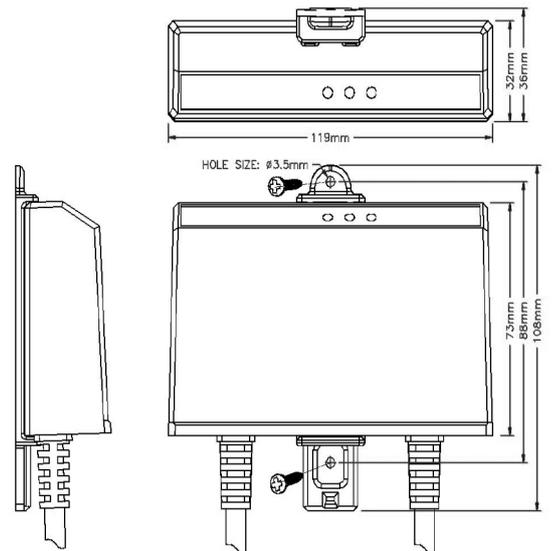

figure 1
1.0 Le chargeur de batterie est installé directement sur le compartiment d'aile du véhicule comme illustré à la figure 1. Si les vis et écrous fournis sont utilisés, percer deux trous d'un diamètre de 1/8 po (3,175 mm).